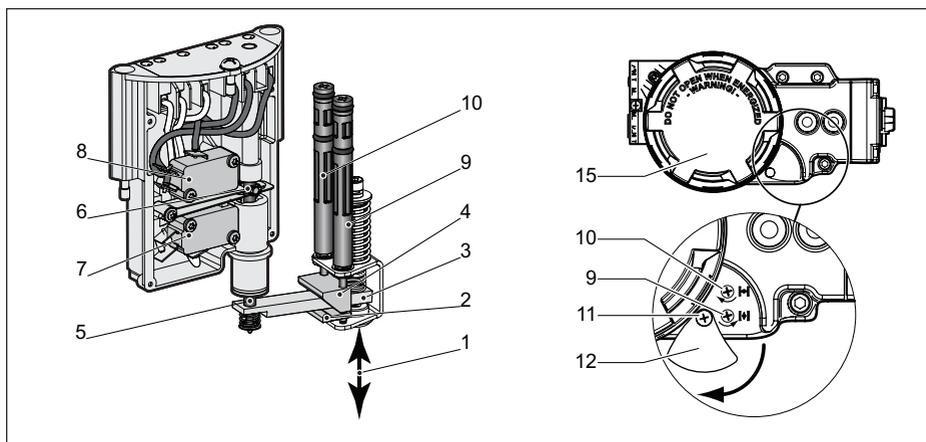

Fig. 5.2 Princípios de trabalho do mecanismo de funcionamento do interruptor
O Módulo de Controlo QC40 ASI está equipado com ajuste dos pontos de comutação não intrusivo. Os parafusos de ajuste estão acessíveis por trás de uma blindagem na frente do módulo (veja a Fig. 5.2).
- Neste caso o parafuso de ajuste superior (veja a Fig. 5.2), ajusta o ponto de comutação da posição “Fechada” e o parafuso de ajuste inferior ajusta o ponto de comutação da posição “Aberta”.
5.1.5 Princípios de trabalho do mecanismo de funcionamento do interruptor (veja a Fig. 5.2)